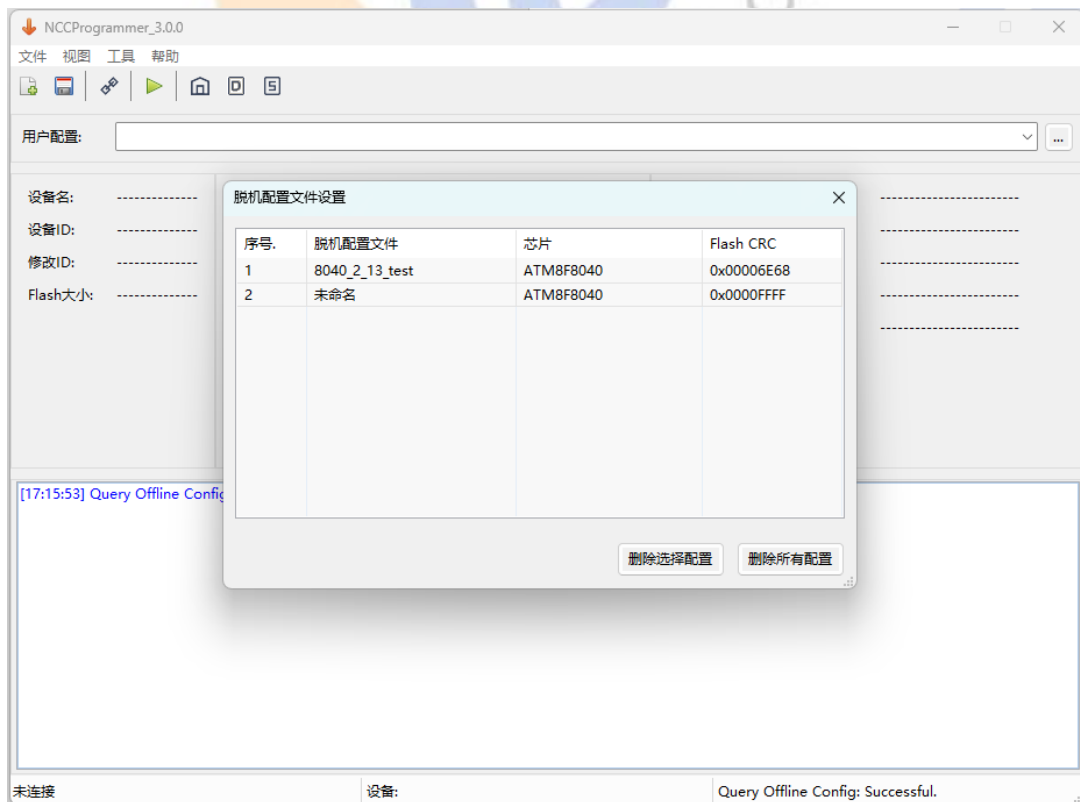

图 5-5 脱机配置文件窗口
- 查询脱机配置：打开脱机配置文件窗口，获取下位机设备内存储的文件信息，如图 5-5。脱机配置文件窗口介绍如下：